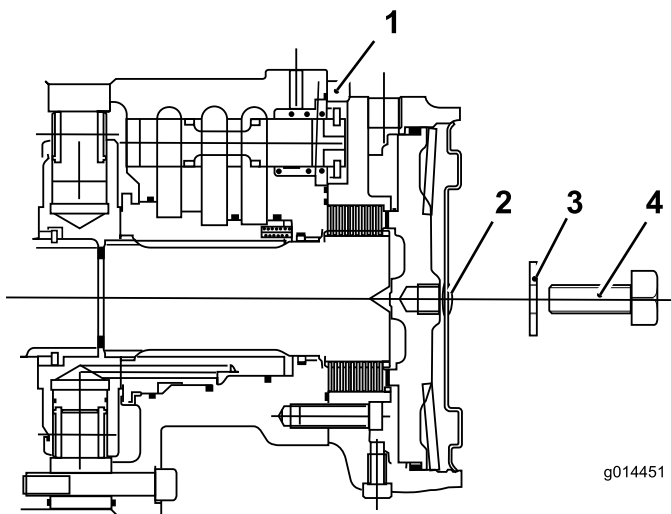

Figura 39
1. Rimuovete il bullone (12 x 40 mm) e la rondella (12 mm) dal foro al centro della piastra terminale del motore (Figura 39).